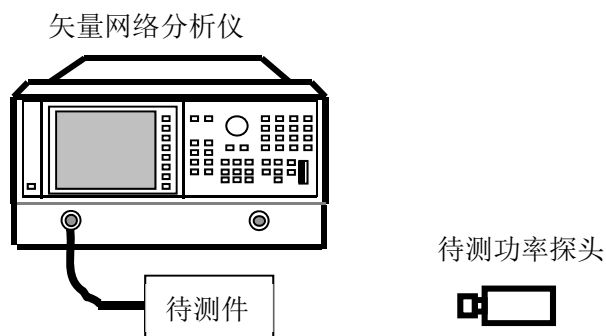

图 8.8 探头端口驻波比的测试框图
- 1) 如图 8.8 连接设备，开机复位，预热至少 30min。